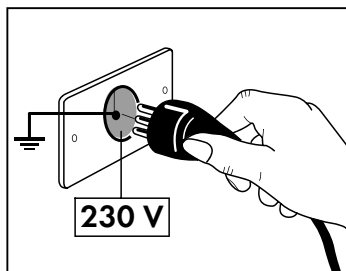

Fig. 1
- Assurez-vous que l'installation électrique du secteur (230 V - 50 Hz) est dotée d'une mise à la terre et d'un disjoncteur thermique, conformément aux normes en vigueur sur cette matière (Fig. 1)